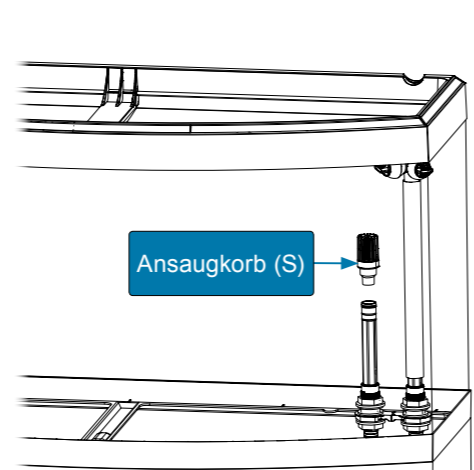
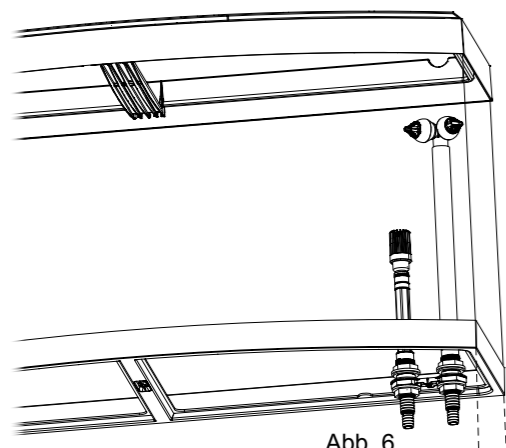

Abb. 5
Abb. 6
- Schieben Sie den Ansaugkorb (S) auf das Verbindungsrohr (A) (Abb. 5). Das Ergebnis wird in Abbildung 6 und 7 gezeigt.